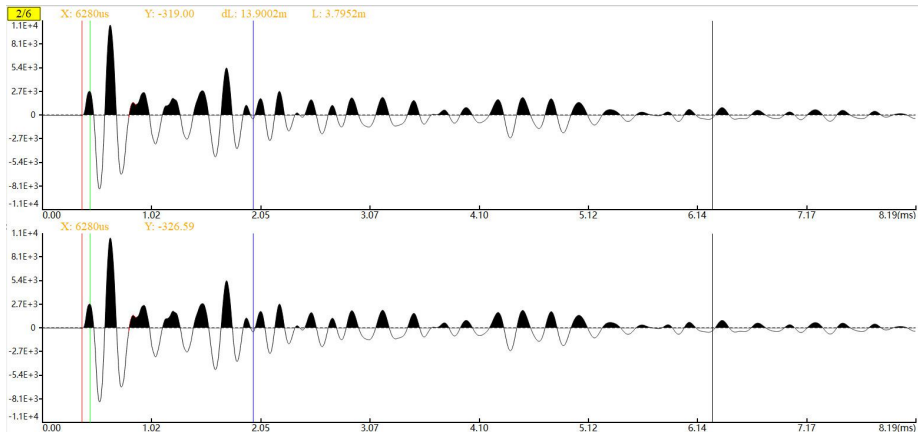

图 3-20 滤波后波形
- 数字滤波：对当前选择的波形进行数字滤波，滤波后的数据显示在视图的第二块区域，滤波前后波形如图 3-20 所示。